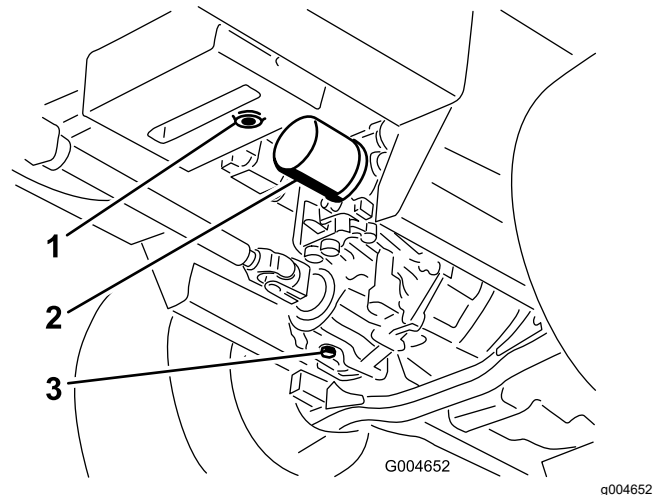

Figura 59
3. Coloque un recipiente grande debajo del depósito de aceite hidráulico y el alojamiento de la transmisión y retire los tapones; deje que se vacíe todo el aceite hidráulico (Figura 59).
4. Limpie la zona alrededor del filtro de aceite hidráulico y retire el filtro (Figura 59).